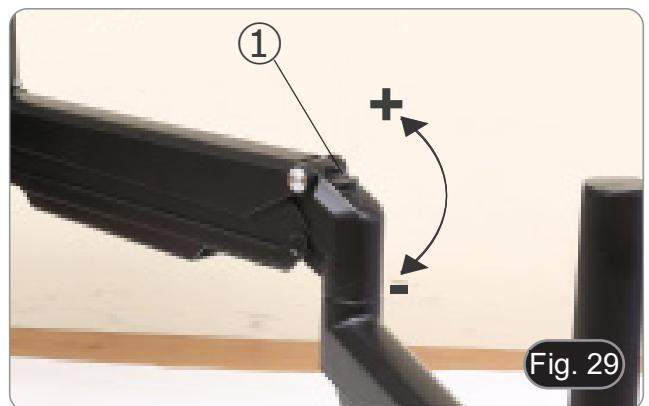

Fig. 29
- Utilizando a chave Allen de 6 mm (P), aperte o parafuso ① para aumentar a resistência do suporte do braço horizontal. (Fig. 29)